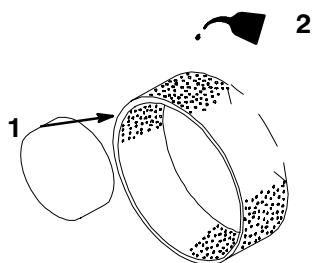

Abbildung 18
- C. Etwas Öl (1-2 oz.) auf den Schaumstoff-einsatz geben (Abb. 18). Den Einsatz drücken, um das Öl zu verteilen.